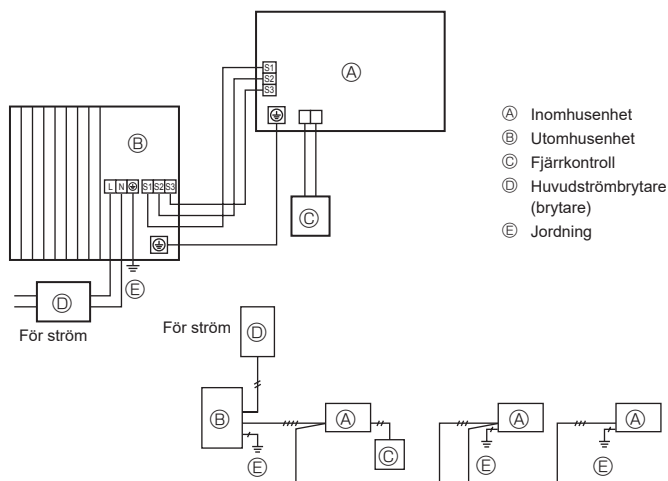

Fig. 7-1
7.1. Utomhusenhet (Fig. 7-1, Fig. 7-2)
- ① Ta bort servicepanelen.
- ② Hänvisa till fig. 7-1 och fig. 7-2 när kablarna dras.